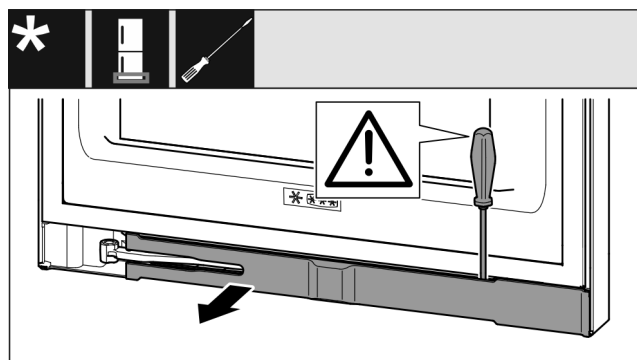

Fig. 13
- Disinnestare la maschera con un cacciavite a intaglio e ruotarla lateralmente. (vedere Fig. 13)